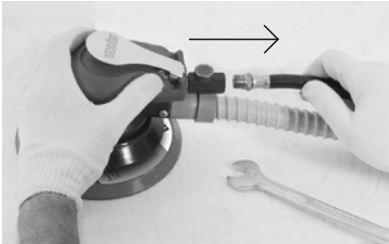

Fig. 2 – Retirar a mangueira de ar
- Antes de realizar a instalação/extração da folha de lixa, desconecte a mangueira de ar da ferramenta (Fig. 2);